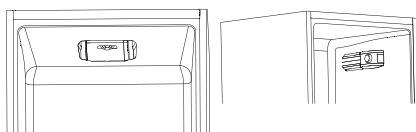

Fig.4
• Il gruppo termostato per il controllo dell'apparecchio, è collocato all'interno della cella frigo (fig.4). Ruotando la manopola del termostato oltre la posizione "0". La luce è accesa quando la porta del frigorifero è aperta. Posizionando la manopola su "0" si spegne completamente il prodotto.